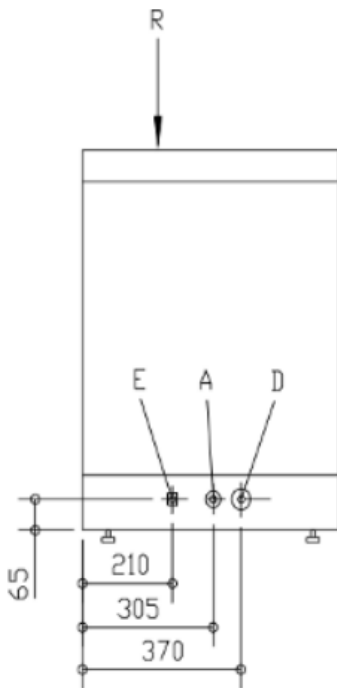

Abb. 1
- o Drehen Sie den Funktionsregler (1) auf die Einstellung „120“ (Abb. 1). Die Kontrolllampe für EIN (2) leuchtet auf
- o Abwarten, bis das Gerät die Betriebsbedingungen erreicht hat und die Betriebsbereitschafts-Kontrolllampe (3) aufleuchtet
- o Den START-Schalter (4) für den Spülzyklusstart drücken. Die Kontrolllampe im Schalter leuchtet bis zum Ende des Spülzyklus
- o Drehen Sie den Funktionsregler (1) auf die AUS-Position „0“ (Abb. 1)
- o Die Gerätetür schließen und den Funktionsdrehregler (1) zum Abpumpen auf die Einstellung drehen (Abb.1)
- o Den START-Schalter (4) für den Spülzyklusstart drücken. Die Kontrolllampe im Schalter leuchtet bis zum Ende des Spülzyklus (Abb. 1)